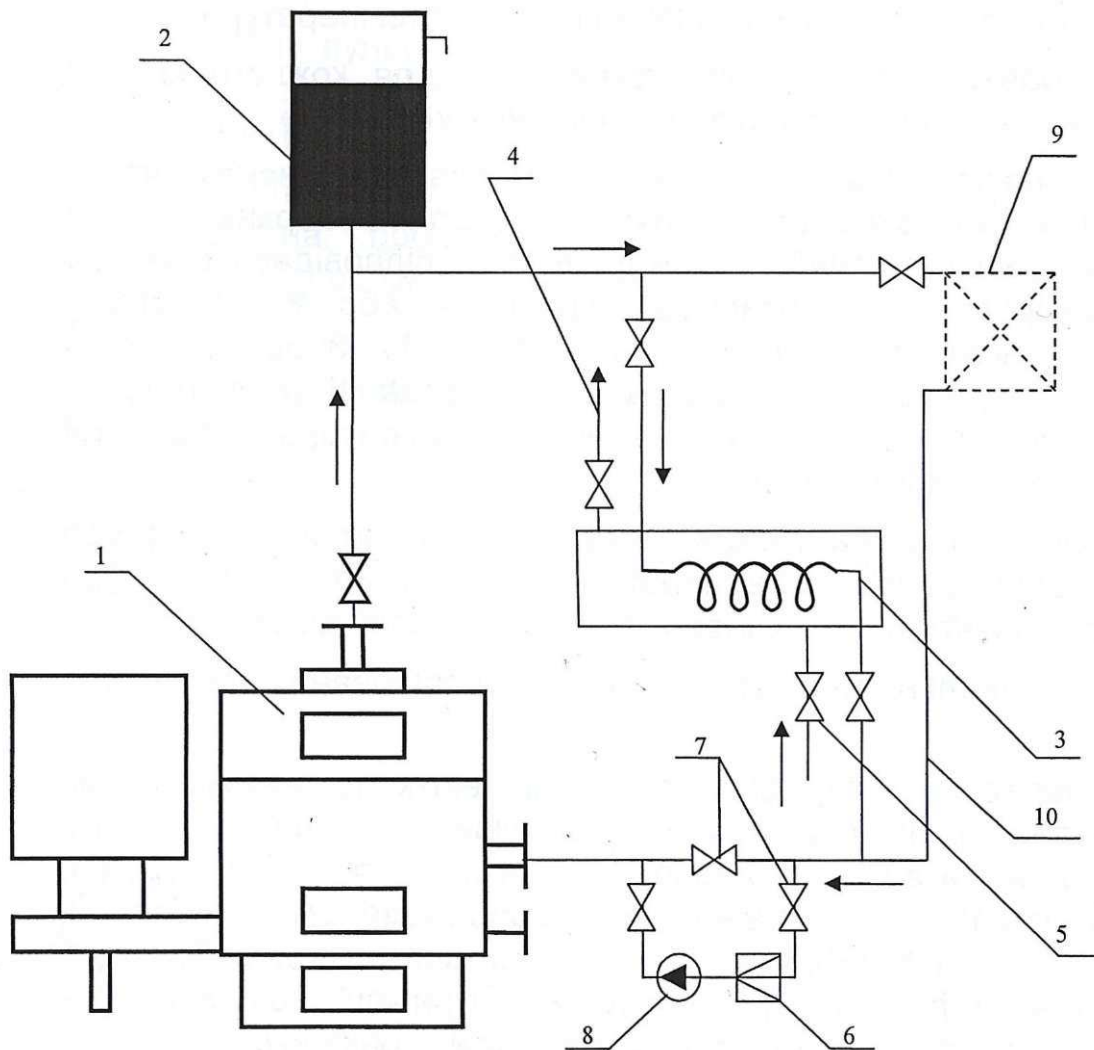

Рис.5. Рекомендована схема обв'язки котла
7.20 Рекомендована схема підключення котла до системи опалення наведена на рис.5.